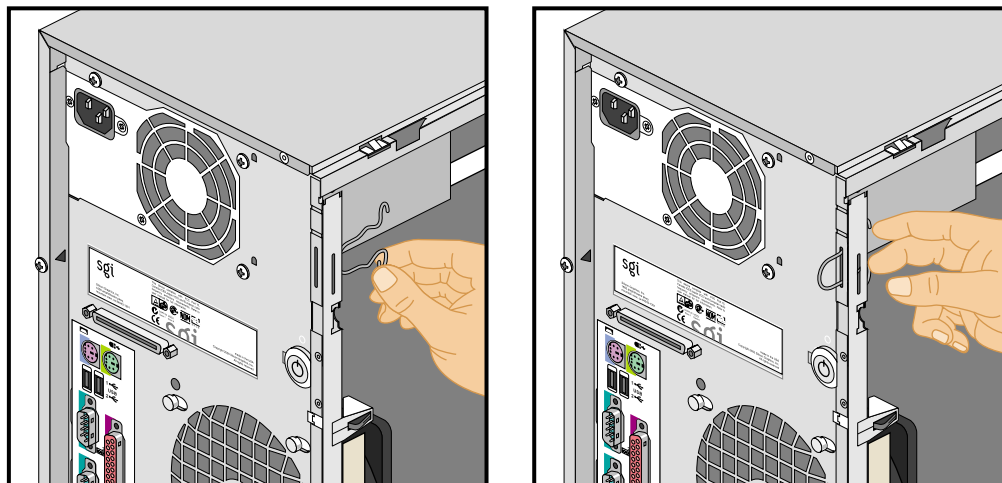

図2-36 機能スロットへのロッキンググループの取り付け
5. ロッキンググループのループ部を本体内部のスロットに挿入し、ロッキンググループが完全に収まるまで、ロッキンググループを押し込みます。図2-36にその手順を図示します。